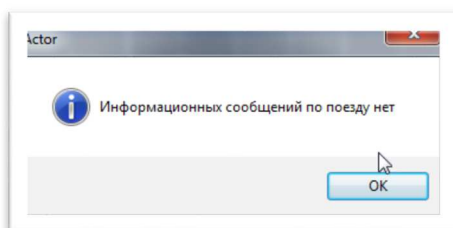

Рис.120
6. При отсутствии сведений из АСОУП для нити появится сообщение: Информационных сообщений по поезду нет (см. рис. 120).